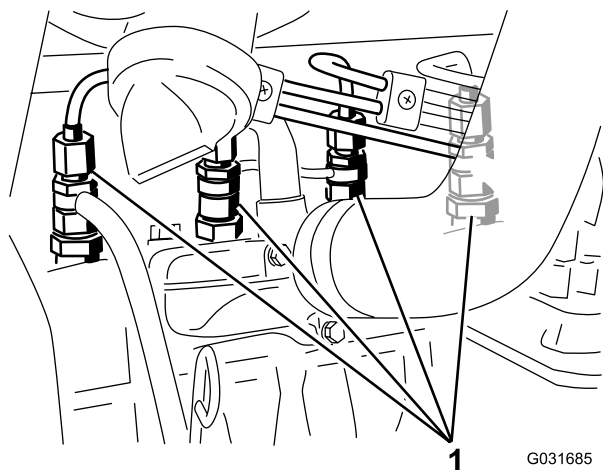

図 42
1. 燃料噴射ポンプの No.1 インジェクタノズル(図 42)へのパイプ接続部をゆるめる。